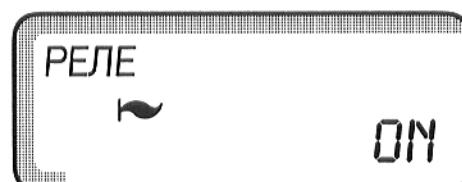

Рис. 2
4. Повернуть поворотную кнопку. Сначала появляется символ пламени для реле горелки (рис. 2).